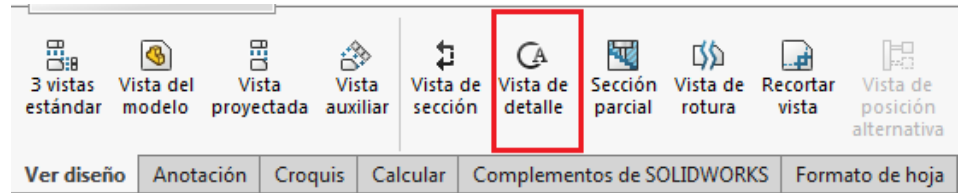

Ilustración 164
Paso 1: Se selecciona una pieza cualquiera en una plano, se da clic en **Vista de detalle** en la pestaña **Ver diseño** (ver ilustración 164).